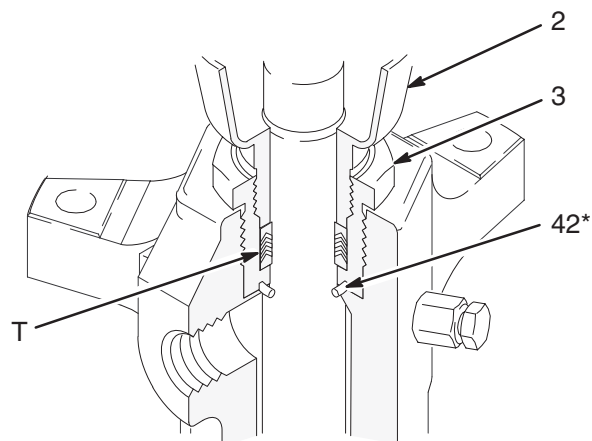

Fig. 10
- À l'aide d'un maillet en caoutchouc, faire sortir la tige de piston (1) et la tige de piston d'amorçage (18) du collecteur de sortie (9) et du cylindre (10). Vérifier que les surfaces externes des tiges ne sont pas détériorées en passant un doigt sur la surface.
- Dévisser l'écrou de presse-étoupe (2). Dévisser le manchon porte-joints (3) puis retirer le joint (42). Retirer les joints de presse-étoupe (T). Voir la Fig. 10.